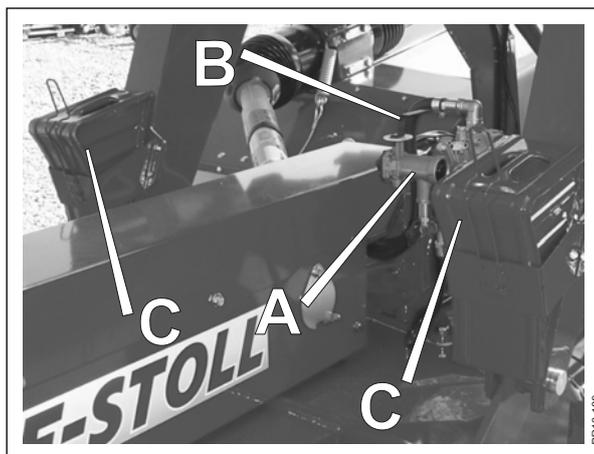

Fig 3-3
**Abb. 3-3** In einigen Ländern muss die Maschine mit Druckluftbremsen ausgestattet werden, um die geltenden Verkehrsvorschriften einzuhalten. Das Gewicht auf der Hinterachse ist bei Arbeit und Transport verschieden. Deshalb gibt es ein Ventil **A** mit manueller Einstellung der Bremskraft.
- Abb. 3-3** 4) Unterlegkeile **C** sind auf der Maschine angebracht. Diese können hinter den Rädern platziert werden.